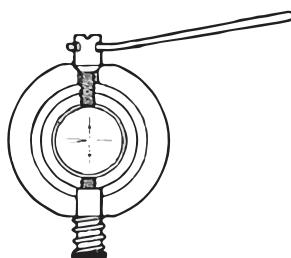

Abbildung 11
Entfernen Sie die Okularabdeckung (12). Drehen Sie die Einstellschraube mit dem Stift (Abb. 11), bis die Werte $b2'$ und $b2$ übereinstimmen. Bringen Sie die Okularabdeckung wieder an.
Retire la tapa del ocular (12). Girar el tornillo de ajuste con el pasador (Fig. 11) hasta que los valores b_2' y b_2 sean iguales. Vuelva a colocar la tapa del ocular.